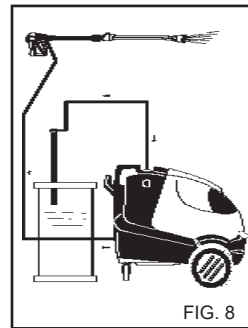

FIG. 8
3) Nach einem Waschvorgang mit Reinigungsmittel den Absaugzyklus nachspülen; das Absaugrohr (Fig.8) in einen Kanister mit sauberem Wasser stecken und die Pumpe bei völlig geöffnetem Dosierungshahn und bei Lanze in Reinigungsmitel-Abgabeposition eine Minute lang laufen lassen.
4) Nach einem Waschvorgang mit Reinigungsmittel den Absaugzyklus nachspülen; das Absaugrohr (Fig.8) in einen Kanister mit sauberem Wasser stecken und die Pumpe bei völlig geöffnetem Dosierungshahn und bei Lanze in Reinigungsmittel-Abgabeposition eine Minute lang laufen lassen.